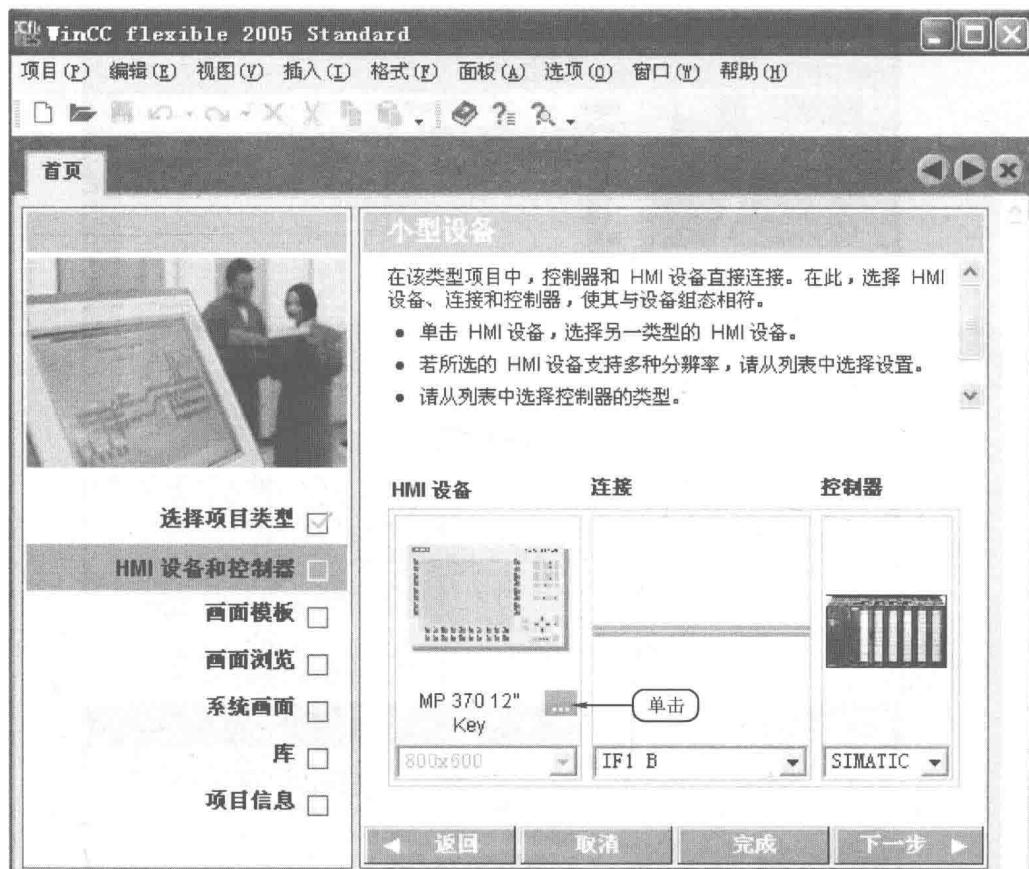
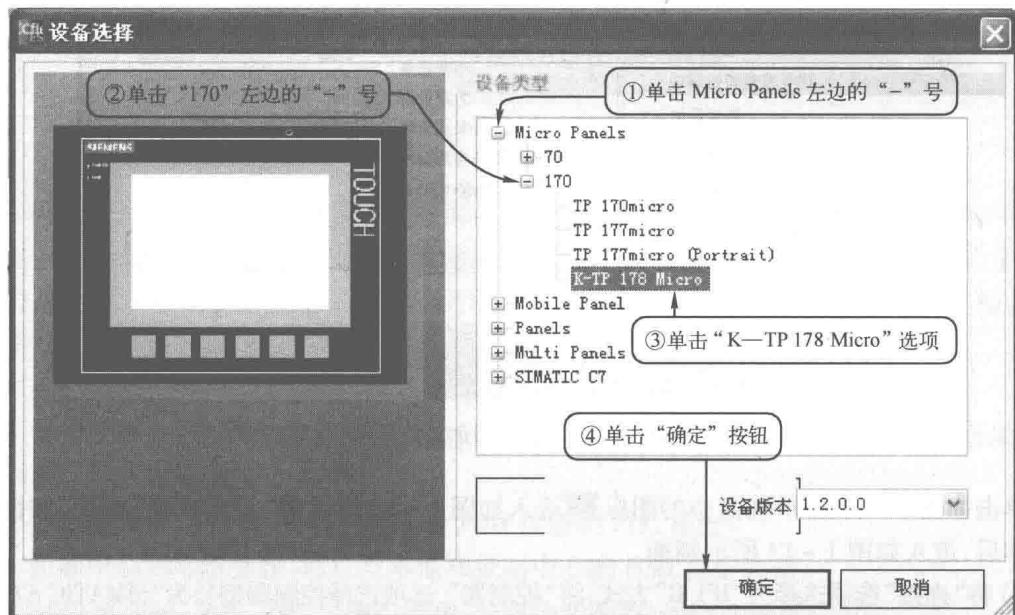

图 1-11 “HMI 设备和控制器”画面
图 1-12 选择 HMI 设备画面
- ③ 如果系统只有一台 HMI 设备和一台 PLC,则选择“小型设备”选项,单击“下一步”按钮,进入如图 1-11 所示的“HMI 设备和控制器”画面。
单击如图 1-11 所示画面中的图标 进入如图 1-12 所示的“设备选择”画面, 按图中步骤操作后, 进入如图 1-13 所示画面。